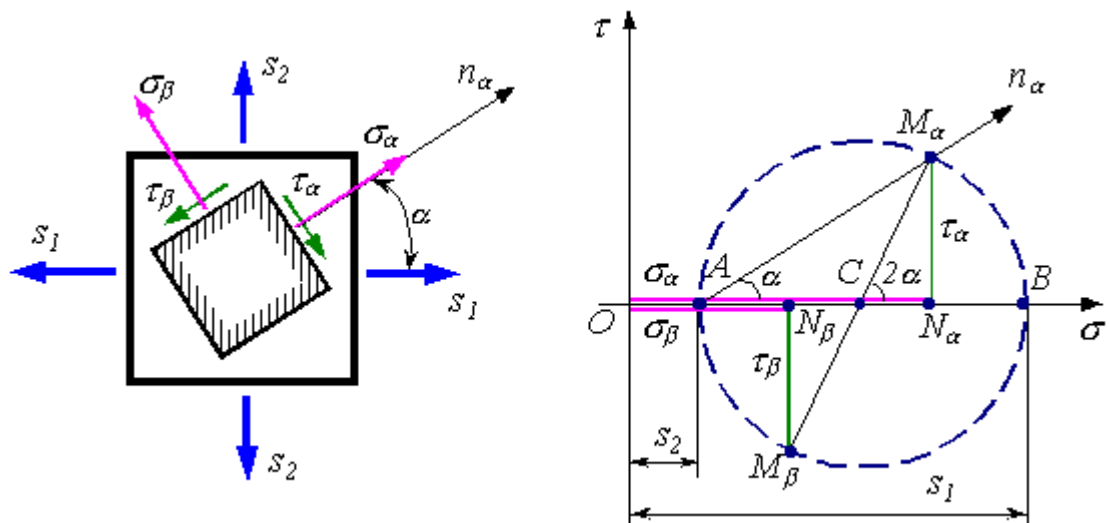

Рис. 4. Графический способ определения напряжений на наклонных площадках
Получите напряжение графическим способом путем построения круговой диаграммы напряженного состояния (круги **Мора**) для указанного случая плоского напряженного состояния. Пусть дан элемент (рис. 4), по боковым граням которого действуют известные главные напряжения s_1 и s_2 . Определите напряжения σ_α (σ_{11}), σ_β (σ_{22}), τ_α (σ_{12}), τ_β (σ_{21}), действующие на наклонных площадках α и β .
3. из крайней левой точки A окружности проведите луч, параллельный нормали n_α к площадке α (рис. 4).
<p data-bbox="929 917 2105 957">Рис. 4. Графический способ определения напряжений на наклонных площадках</p>